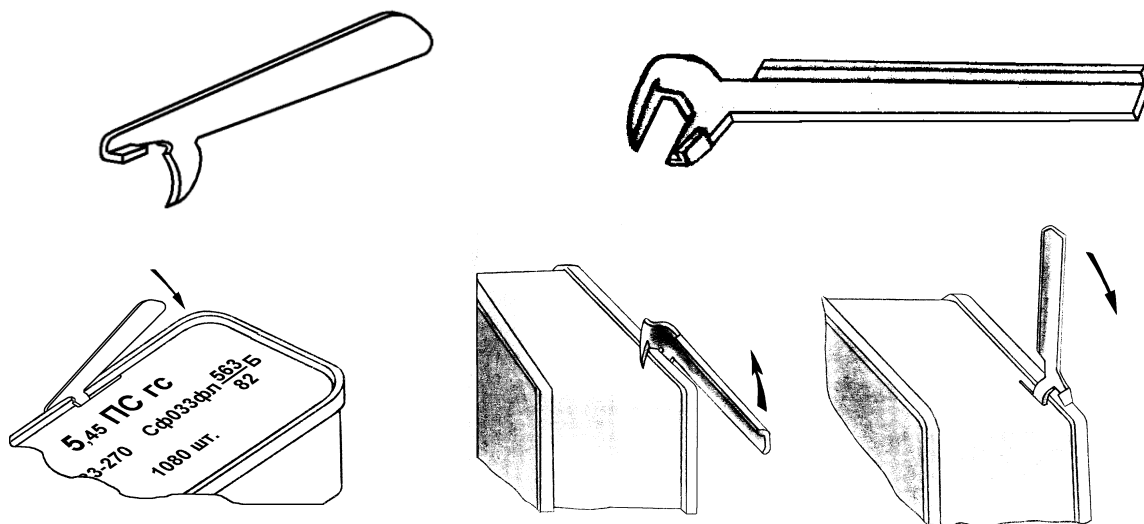

Рис. 12. Зразки ключів та способи їх застосування для відкриття металевих коробок
- розкриття металевих коробок за допомогою спеціальних ключів (рис. 12) (силует ключа для розкриття металеві коробки з патронами до гармати зображений на кришці дерев'яного ящика);